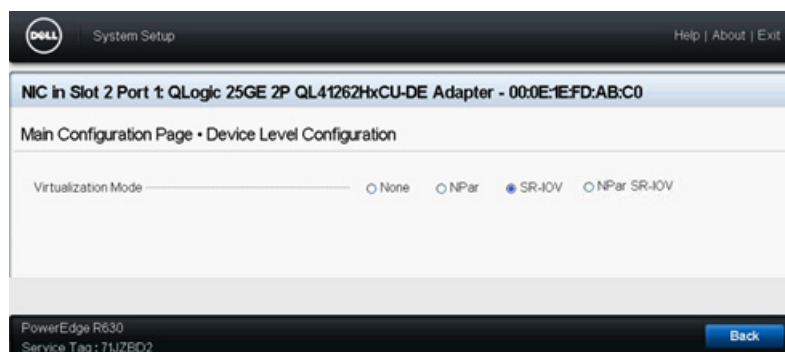

Ilustración 12-2. System Setup for SR-IOV: Device Level Configuration (Configuración del sistema para SR-IOV: Configuración de nivel de dispositivo)
5. En la Main Configuration Page > Device Level Configuration (Página de configuración principal > Configuración de nivel de dispositivo) (Ilustración 12-2):